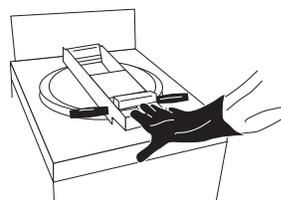

ILUSTRACIÓN 11
- B. Antes de tocar el mango para abrir la tapa, empuje el cierre hasta que descienda ligeramente (Ilustración 11).